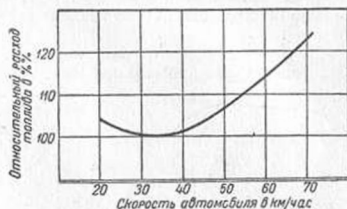

Рис. 125. График зависимости расхода топлива от скорости автомобиля (в процентах).
4. Скорость движения. Наиболее экономичная скорость автомобиля ГАЗ-67Б равна 30—40 км/час. Повышение скорости с 40 до 70 км/час увеличивает расход бензина примерно на 25% (рис. 125).